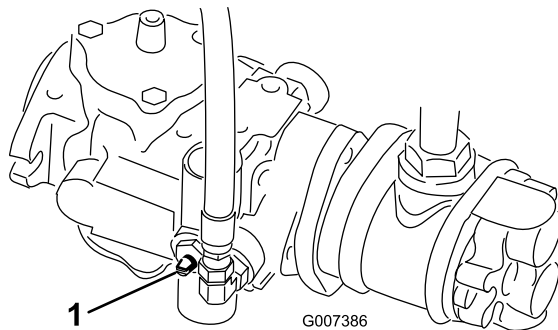

Figure 40
1. Trouvez la vanne de dérivation sur la pompe jusqu'à ce que la fente soit verticale (Figure 40).
2. Avant de mettre le moteur en marche, fermez la vanne de dérivation (fente horizontale) (Figure 40). Ne mettez pas le moteur en marche quand la vanne est ouverte.